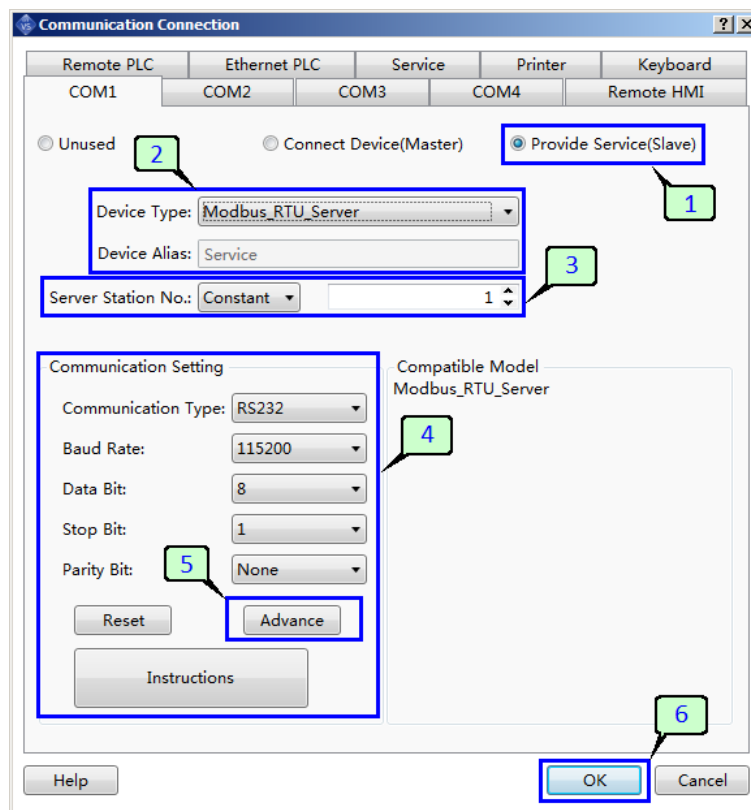

Рисунок 75 - Окно настроек ведомого устройства
1. Выберите роль ведомого устройства, в окне настройки будут отображены доступные опции и параметры для конфигурации (рисунок 75).